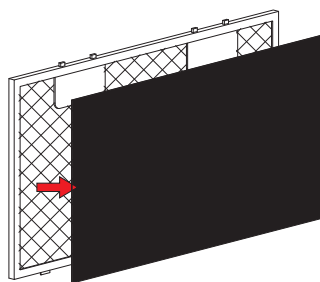

figura 2
- Dopo aver determinato l'altezza di installazione della cappa, praticare sei fori $\Phi 8$ e inserire i tasselli per la cappa, la staffa interna del camino e il foro di sicurezza in base alle dimensioni della cappa. Quindi, installare due viti di montaggio ST4× 30 mm per appendere l'apparecchio. E utilizzare due viti ST4× da 40 mm per fissare la staffa del camino interno alla parete. La posizione di fissaggio della staffa interna del camino è la posizione più alta del camino. Vedere la figura 2.
3. Vedere la figura 2, sostituire il nuovo filtro al carbone sul filtro del grasso.